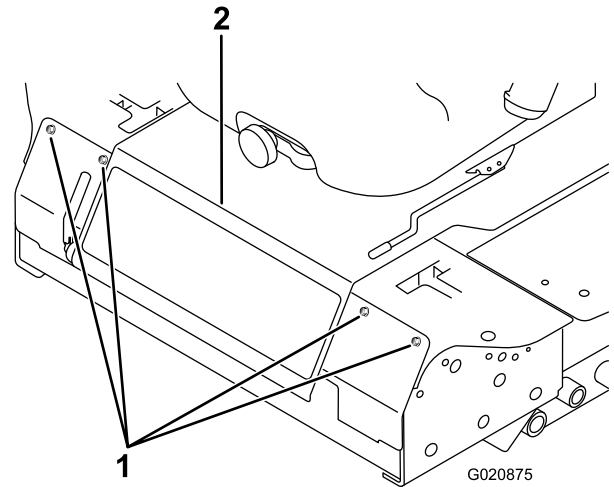

Figura 54
3. Afloje los pernos del panel delantero y retire el panel (Figura 54).